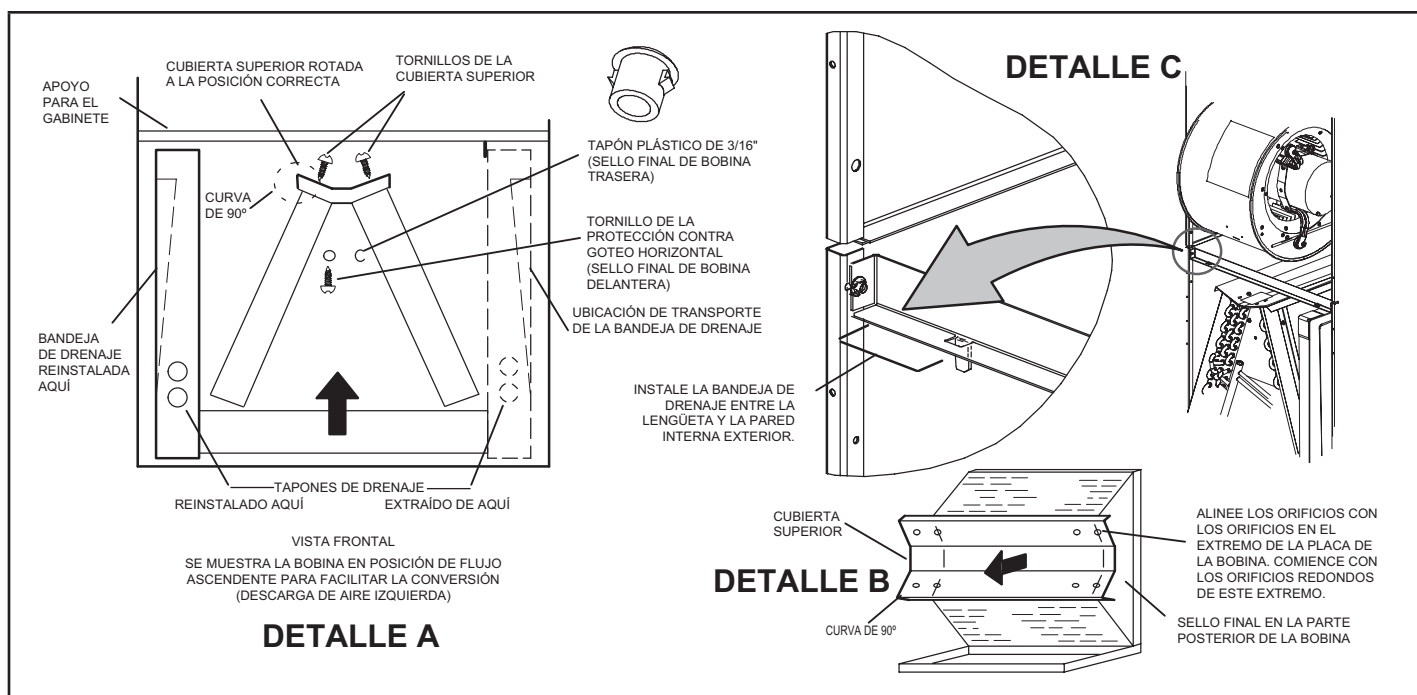

FIGURA 11. Modificación en el sitio para la descarga a la izquierda
- 7 - Desde la posición de flujo ascendente, mueva el gabinete 90° a la izquierda y colóquelo en posición. Reemplace el soplador. Sujete el serpentín en posición doblando hacia abajo la pestaña en el riel de soporte del gabinete como se muestra en la figura 11.